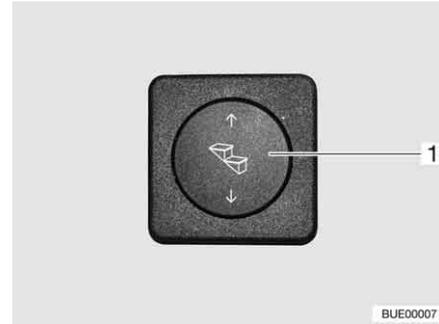

Fig. 12 Touche marche pied
- Appuyer sur le bas du bouton-poussoir basculant (Fig. 12,1) et le maintenir pressé (pendant au moins 3 secondes) jusqu'à ce que le marche pied soit entièrement sorti.
- Appuyer sur le bouton-poussoir basculant (Fig. 12,1) vers le haut jusqu'à ce que le marche pied soit entièrement ressorti.